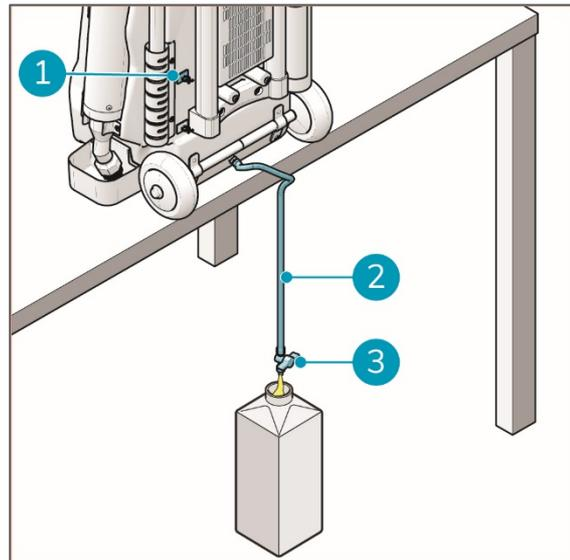

Figura 20
2. Solte o tubo de drenagem (figura 20, posição 2) através dos cliques (figura 20, posição 1).
5. Abra a torneira (figura 20, posição 3).
6. Quando o reservatório estiver vazio, feche a torneira (figura 20, posição 3).
8. Volte a colocar o tubo de drenagem (figura 20, posição 2) utilizando os cliques (figura 20, posição 1).